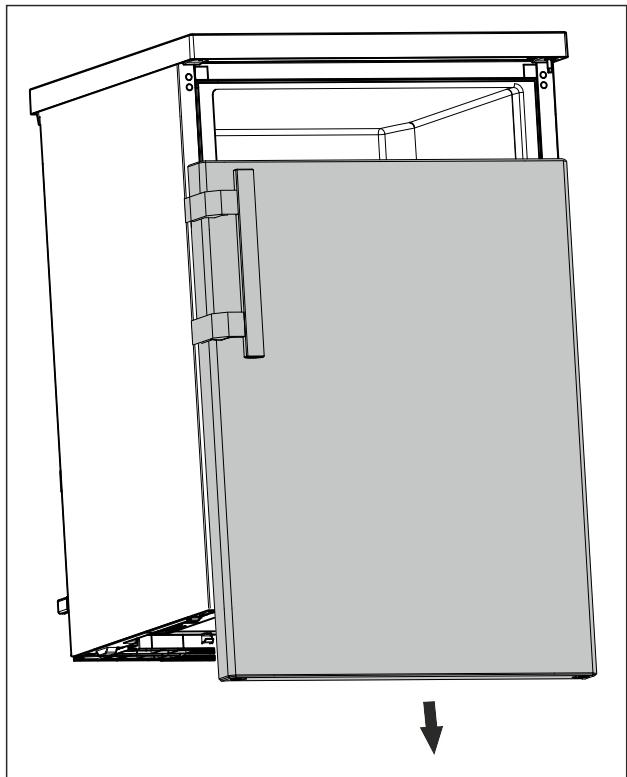

Fig. 17
- Снимите дверь движением вниз. (см. *Fig. 17*)